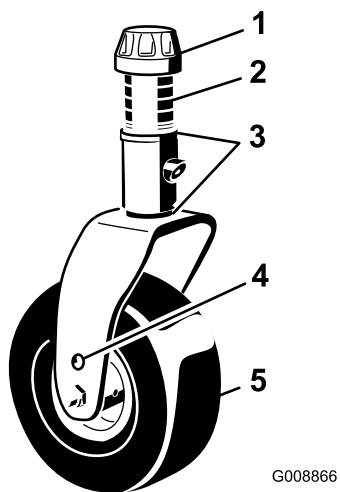
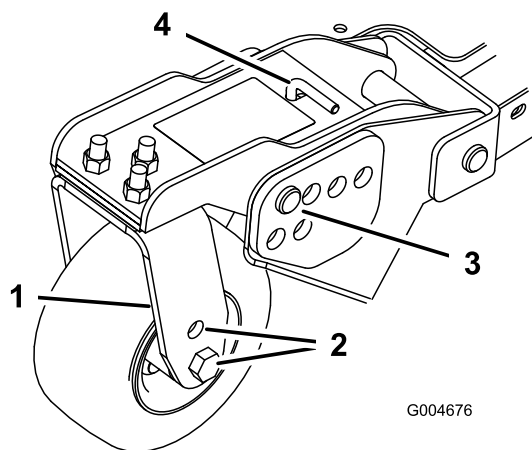
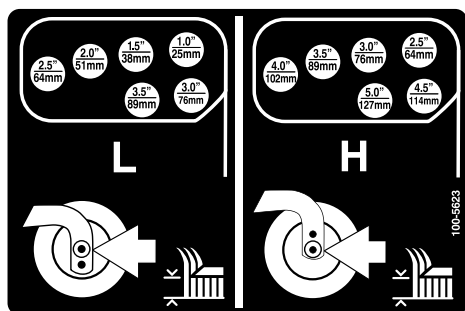

Figure 25
Figure 27
Figure 28
1. Placez les essieux des roues pivotantes dans les mêmes trous sur toutes les fourches (Figure 25 et Figure 27).
2. Enlevez le chapeau de tension de l'axe de pivot et sortez l'axe du bras de la roue pivotante (Figure 25).
6. Enlevez la goupille fendue et les axes de chape des bras pivotants (Figure 27).
7. Tournez la tige de tension pour élever ou abaisser le bras de pivot jusqu'à ce que les trous soient en face de ceux du support de hauteur de coupe sélectionnés dans le cadre du plateau de coupe (Figure 27 et Figure 28).